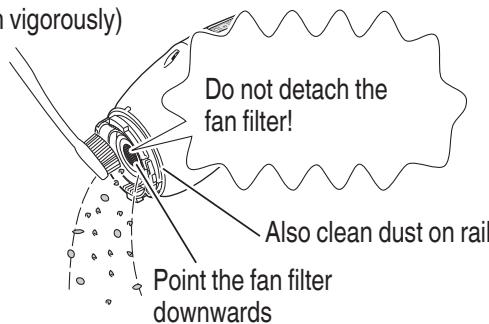

Fig. 27
2. Cleaning the fan filter (Fig. 27)